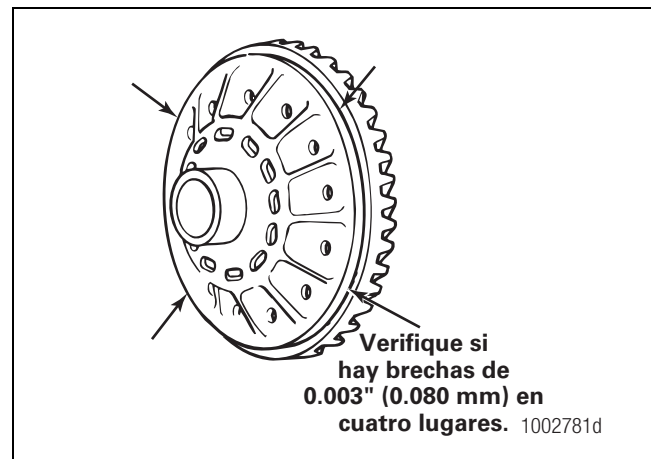

Figura 5.20
- Inspeccione las brechas entre la superficie trasera de la corona y la brida de la caja. Use una galga de 0.003 de pulgada (0.080 mm) para inspeccionar en cuatro puntos alrededor del conjunto. Figura 5.20.